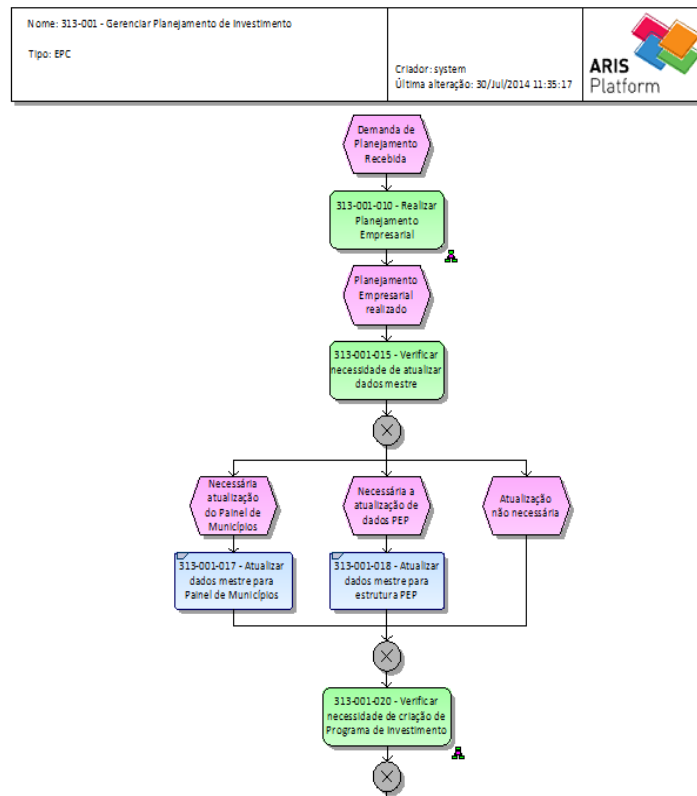

Figura 3: Exemplo de BP310 – Processo Investimentos
- Leitura dos documentos *Business Process* (BPs310) elaborados pelas Frentes Funcionais na Fase de Desenho do Projeto. Esses documentos continham fluxos, regras de negócio e demais informações dos processos, necessários para a construção e configuração do ERP SAP, desenhados na notação *Event-Drive Process Chain* (EPC) no *software* ARIS, conforme Figura 3;